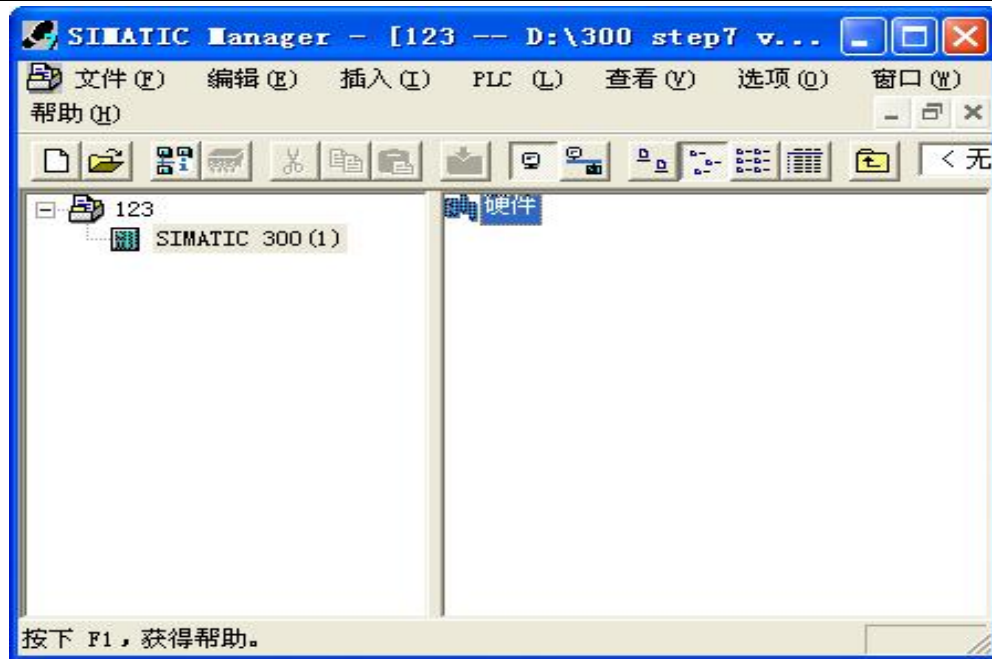

图 2-6-3
在 STATION 300 站点中打开硬件来设置分布式 I/O(DP) 机架、模块和 PROFIBUS 连接。如图 2-6-3。